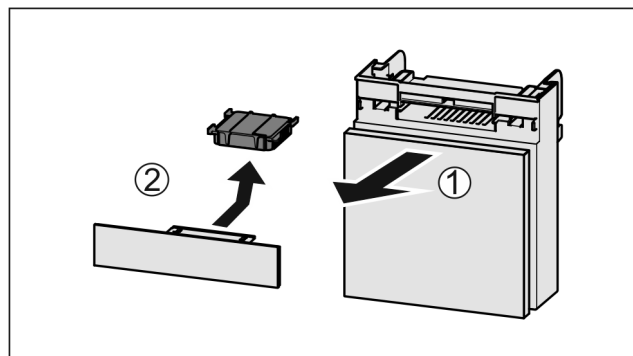

Fig. 62
- Træk rummet fremad Fig. 62 (1).
- Tag aktivkulfilteret Fig. 62 (2) ud.